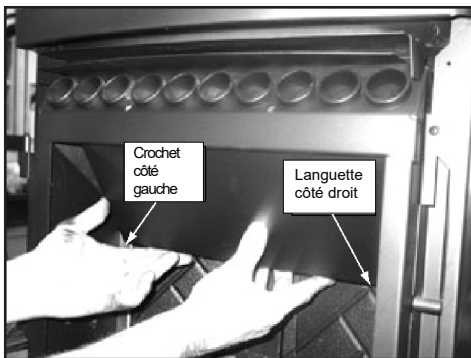

Figure 26.1
2. Le déflecteur supérieur est équipé d'un crochet en bas à gauche, qui repose sur la lèvre supérieure de la brique moulée. Une languette en bas à droite est accrochée au support latéral. Enlevez le déflecteur supérieur en commençant par tirer le déflecteur vers l'avant jusqu'à ce que le bord arrière s'abaisse. Puis repoussez le déflecteur jusqu'à ce que le bord avant se dégage de l'étagère sur laquelle il reposait. **Figure 26.1.**